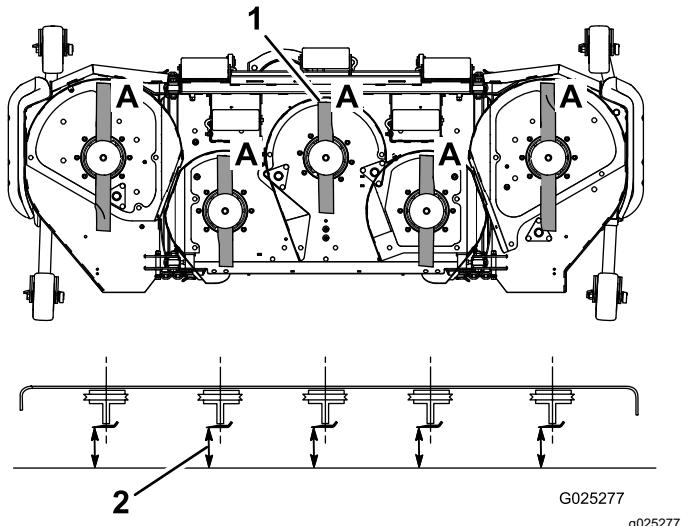

Figure 25
3. Tournez les lames dans le sens longitudinal (Figure 25).
4. Mesurez la distance entre la surface plane et le tranchant (position **A**) des lames (Figure 25). Notez cette valeur.